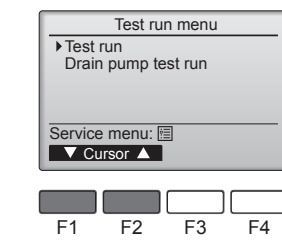

Fig. 7-4
④ Επιλέξτε "Test run" (Εκτέλεση ελέγχου) με το κουμπί [F1] ή [F2] και, στη συνέχεια, πατήστε το κουμπί ☑. (Fig. 7-4)